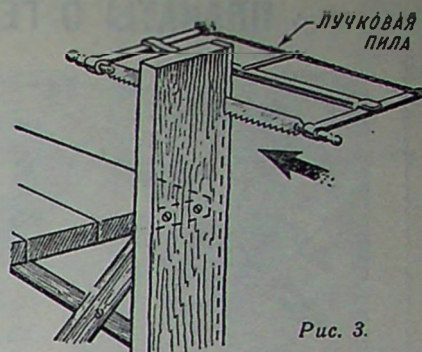

Рис. 3.
3. Способ вырезывания реек зависит от того, в каком виде у вас имеется исходный материал. Если это тонкая, хорошо выстроганная доска, тогда от этой доски, зажав ее в верстаке или даже просто прибив гвоздями к краю рабочего стола (рис. 3), отпиливают рейку прямоугольного сечения (планку) лучковой пилой.